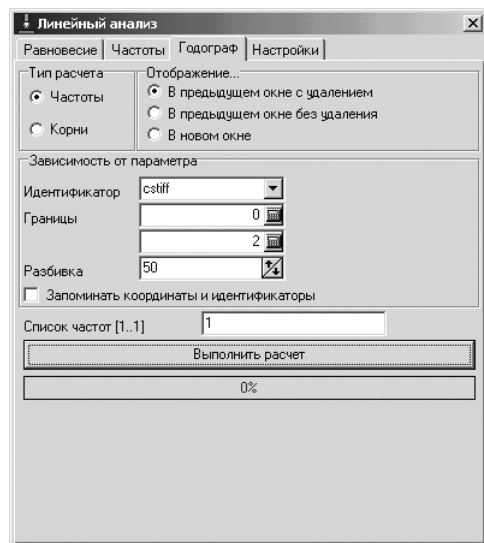

Рис. 1.50. Состояние диалогового окна **Линейный анализ** с открытой вкладкой **Годограф** и с введенными данными для параметра **cstiff** (Коэффициент жесткости)
- установите в поле **Разбивка** число расчетов, равное 50. Нажмите на клавишу **Tab** два раза для перехода к кнопке **Выполнить расчет**. После этого диалоговое окно **Линейный анализ** будет выглядеть так, как показано на рис. 1.50;